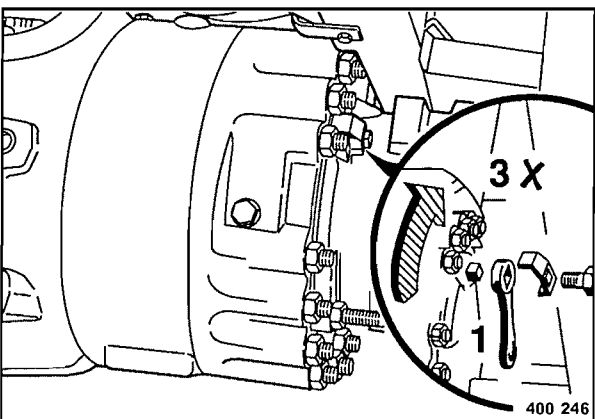

Fig. 112
- Para ajustar el juego hay que girar el cuadrado 1 (Fig. 112) por tres vueltas hacia atrás en el sentido de las agujas del reloj.